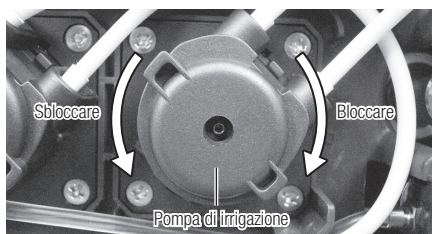

Fig.37
- 5) Girare la pompa di irrigazione in senso antiorario fino a farla scattare e quindi estrarla. (Fig. 37)
- 7) Allineare la nuova pompa di irrigazione con l'albero di trasmissione. Girarla in senso orario fino a farla scattare. (Fig. 37)